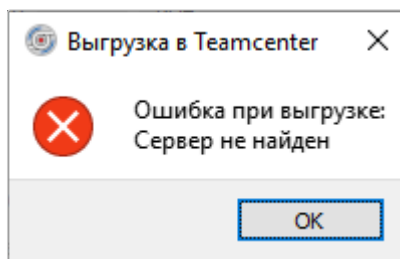

Рисунок 291. Ошибка подключения к серверу Teamcenter
- 2) «Ошибка при выгрузке: Сервер не найден» (см. рисунок 291).